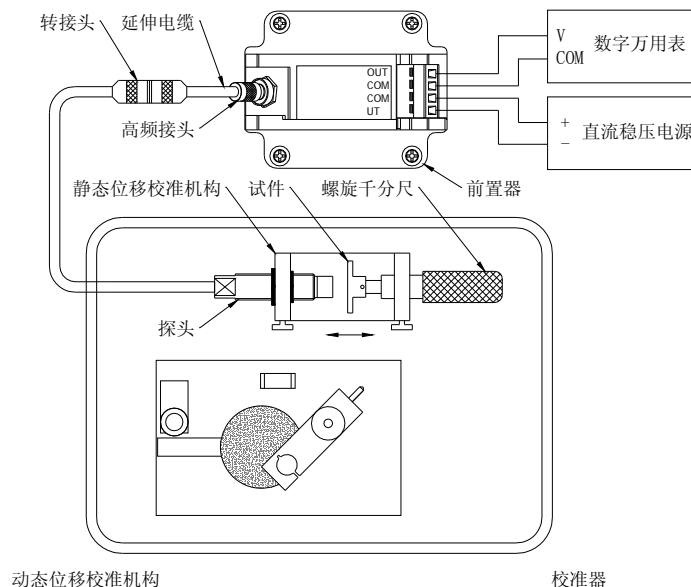

图 B-7 传感器输出特性试验
- 1) 将传感器按图 B-7 方式装在静态位移校准机构上。